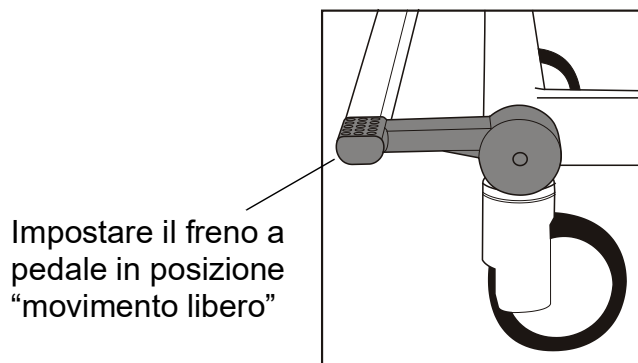

Fig. 2 - Posizione movimento libero
2. Controllare che i freni siano sbloccati e che i freni a pedale siano in posizione "movimento libero". **(vedere fig. 2).**